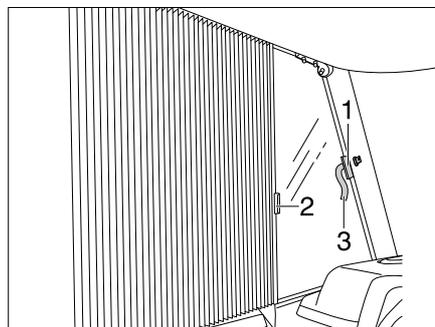

Bild 9 Sichern faltverdunklung Fahrer-/Beifahrerfenster
- Die faltverdunklungen für das Fahrerfenster und das Beifahrerfenster mit den Griffen (Bild 9,2) unter die Abdeckungen schieben und mit den Klettverschluss-Schlaufen sichern (Bild 9,1 und Bild 9,3). Die faltverdunklung ist gesichert.